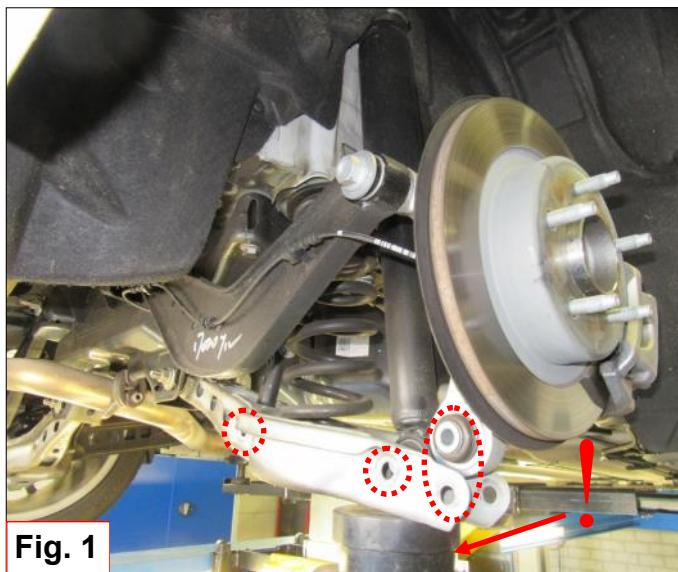

Fig. 1
2. Ondersteun de draagarm. Verwijder de bouten van de stabilisatorstang en schokdemper. *Zie Fig. 1.*
3. Verwijder de bout van de draag-arm aan de wielzijde. *Zie Fig. 1. Let op: de draagarm staat onder veerspanning.*